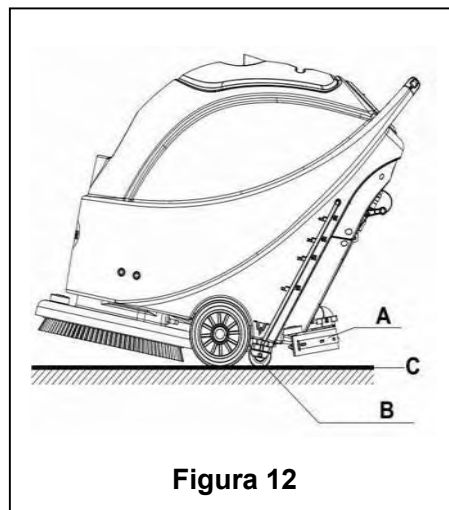

Figura 12
8. Liberte o interruptor de segurança (1) para desligar o suporte de escova/almofada e a válvula solenóide.
9. Pressione o interruptor de bomba de vácuo (42) para a posição "O", e a bomba do vácuo irá atrasar por 5 segundos antes de parar de funcionar.
10. Pressione o interruptor de controlo de volum de fluxo de água (44) para a posição "O" para desligar completamente o funcionamento da válvula solenóide.
11. Pressione o interruptor de energia (41) para a posição "O".
12. Utilize o puxador de elevação do squeegee (14) para elevar o squeegee.
13. Agarre o guião (2) e incline gentilmente a máquina para trás até a roda guia (B) tocar no chão. Veja a **Figura 12**.